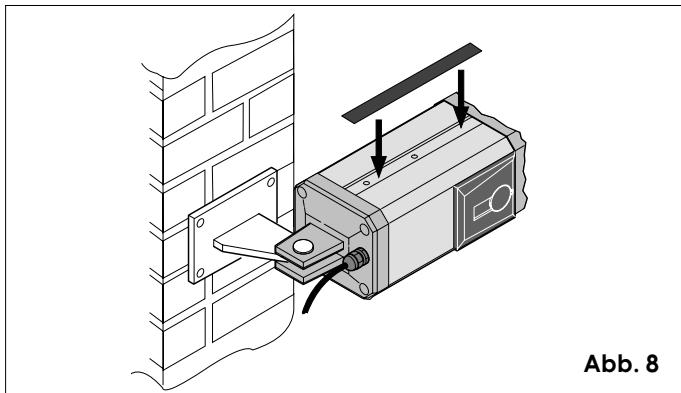

Abb. 8
- 13) Die Metalletikette im Schlitz im oberen Teil des Motors so anbringen, daß die dort vorhandenen Öffnungen, wie in Abb. 8 gezeigt, geschlossen werden. Die im unteren Teil befindlichen Öffnungen dürfen hingegen nicht verschlossen werden.